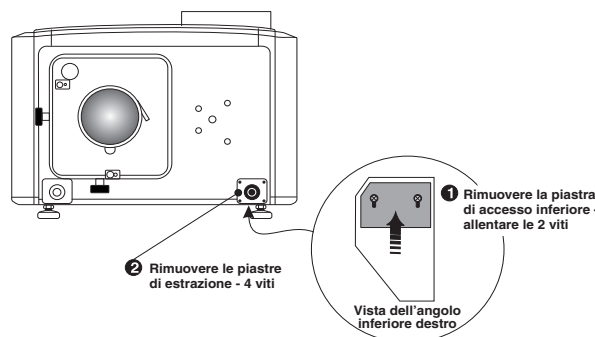

Figura 2-14 Rimuovere la piastra di espulsione
1. Nell'angolo in basso a destra della piastra frontale del proiettore si trova una piastrina per l'accesso al circuito elettrico. Allentare le due viti e fare scorrere la piastra in avanti per esporre il blocco terminale sottostante. Vedere **Figura 2-14**.